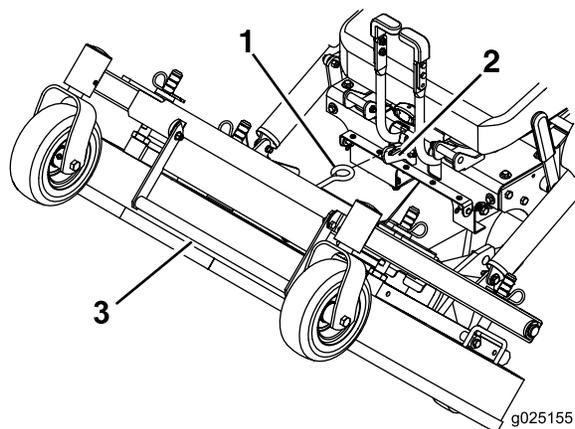

Figura 11
7. Utilizando a pega de elevação da plataforma, eleve a plataforma e bloqueie-a na posição elevada (o trinco está localizado na frente e centro do banco) como se mostra na Figura 11.
1. Enquanto segura firmemente na pega de elevação da plataforma, desprenda o trinco da plataforma do cortador da máquina e lentamente baixe a plataforma do cortador para o solo (Figura 11).